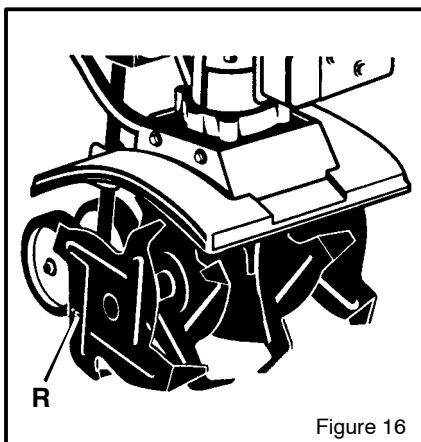

Figure 16
3. Une fois les lames correctement posées, la lettre **R** apparaît sur le côté visible de la **lame droite** (voir Figure 16). La lettre **L** apparaît sur le côté visible de la lame gauche.